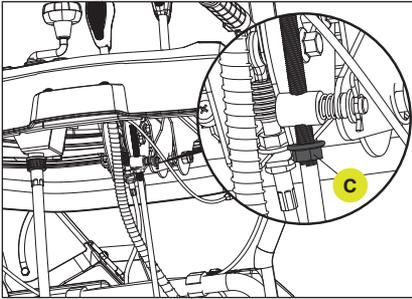

Figure 40
2. Sous le panneau, desserrez l'écrou (C) dans le sens inverse des aiguilles d'une montre. (Fig. 40)